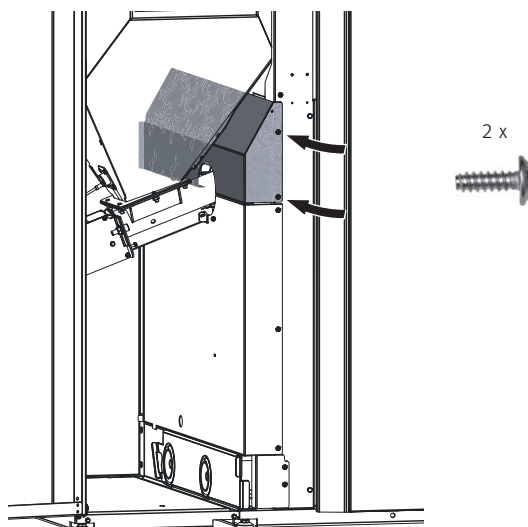

Fig. 105 Spingere la piastra di protezione dal contatto dietro e avvitarela anteriormente
- Spingere la piastra di protezione dal contatto dietro sulla parete posteriore e fissarla anteriormente con 2 viti autofilettanti – Fig. 105.